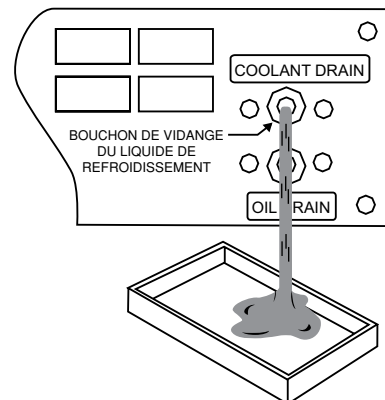

Figure 35. Bouchon de vidange du liquide de refroidissement
1. Enlevez le bouchon du radiateur de refroidissement (Figure 35) situé au bas du générateur et drainez le radiateur. Ouvrez le bouchon du radiateur lors de la vidange. Retirez le réservoir de trop plein et vidangez.